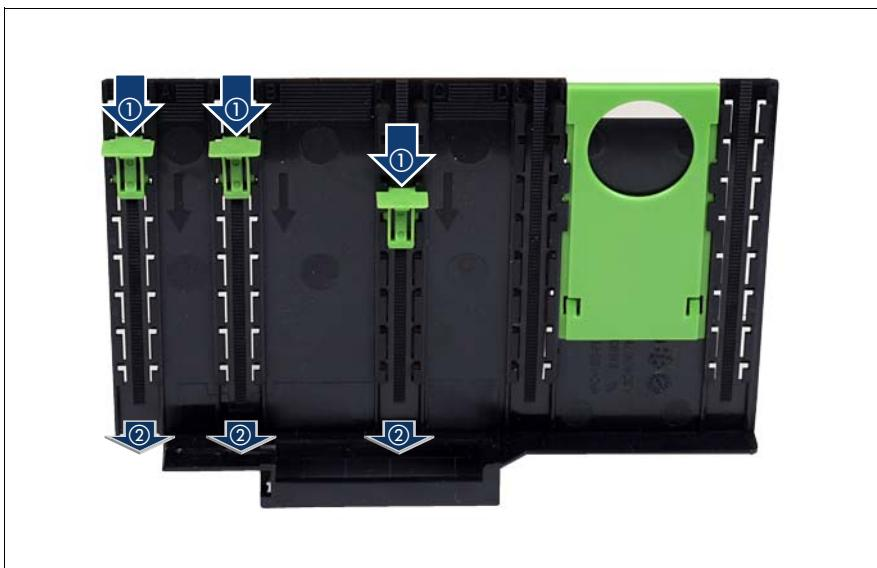

図 25: 固定フックの取り外しツールからの取り外し
- ▶ 固定フックを押し下げ、取り外しツールから外し (101 ページ の図 25 を参照)、安全な場所に保管します。